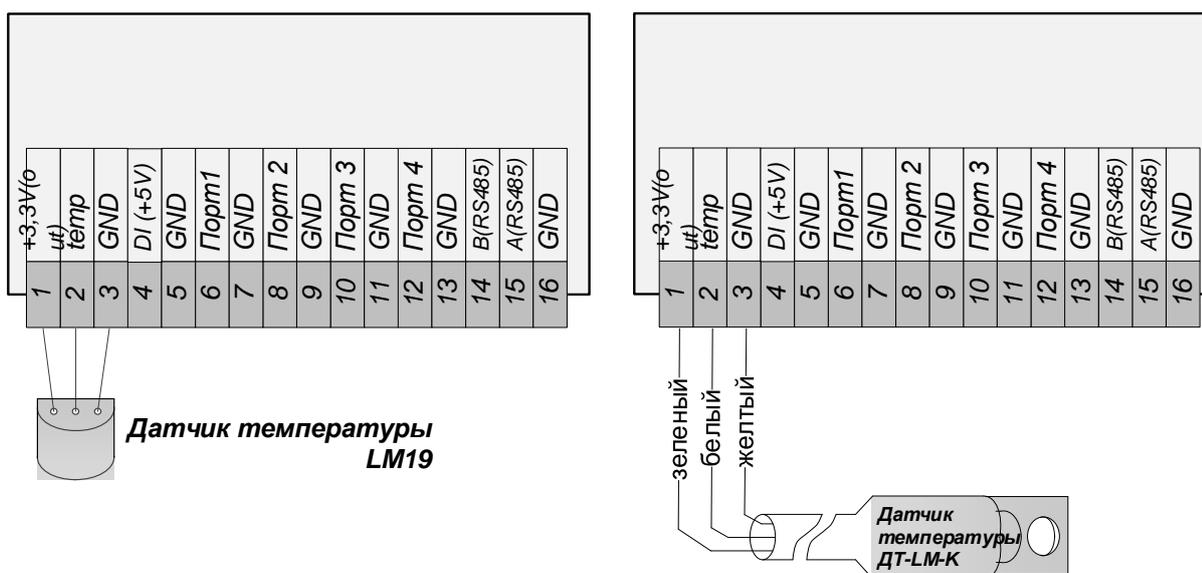

Рис.4.1. Подключение датчиков температуры LM19 (слева) и ДТ-ЛМ-К (справа)
4.2. Следует соблюдать полярность подключения датчика температуры. Если используется тип LM19, то датчик должен располагаться плоской стороной вниз относительно лицевой стороны корпуса прибора (рис.4.1 слева). Если используется ДТ-ЛМ-К, то следует ориентироваться по цвету его проводов (рис.4.1 справа). ПРИМЕЧАНИЕ: при подаче питания с неверно подключенным датчиком он выйдет из строя.